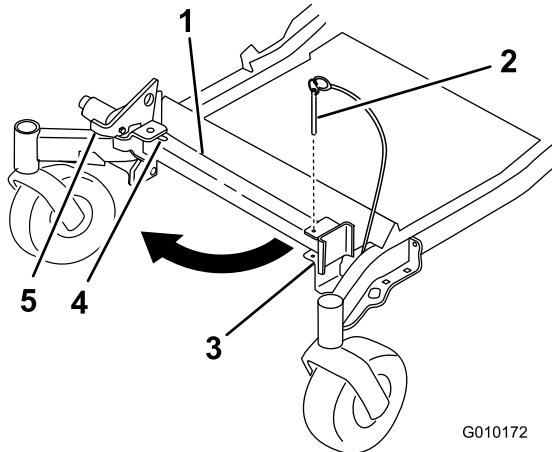
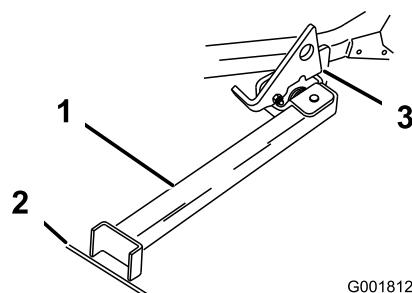

Bild 40
Bild 41
3. Heben Sie den Riegel an. Drehen Sie den Ständerfuß nach vorne heraus und schieben Sie den Ständer zur Maschine in den unteren Schlitz (Bild 40 und Bild 41).
2. Nehmen Sie den Halterungsstift ab (Bild 40).
4. Stellen Sie den Fuß auf den Boden und lassen Sie den Riegel auf der Drehlasche aufliegen (Bild 41).
Hinweis: Stellen Sie den Ständerfuß am besten in Risse auf Gehwegen oder in der Rasenfläche (Bild 41).
6. Fahren Sie auf den Stand auf. Halten Sie an, wenn der Riegel über die Lasche in die arretierte Stellung einrastet (Bild 41). Stellen Sie nach dem Auffahren auf den Stand die Feststellbremse fest und stellen Sie den Motor aus.
5. Stellen Sie den Ständer wieder in die Ruhestellung (Bild 40).